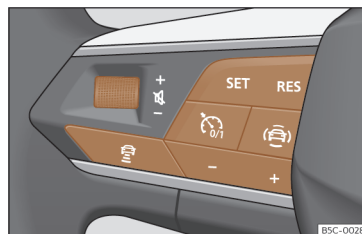

Fig. 154 En el volante multifunción: botones para manejar el ACC
infotainment»»» pág. 92, y si dispone de los botones propios de la función ACC en el volante multifunción»»» fig. 154.
- Para comenzar la regulación presione el botón **SET**»» fig. 154.
Para programar la velocidad pulse los botones **+** o **-**»» fig. 154 hasta la velocidad deseada. El ajuste de velocidad se realiza en intervalos de 10 km/h (5 mph).
- Pulse el botón y, a continuación, el botón **+** o **-**»» fig. 154.